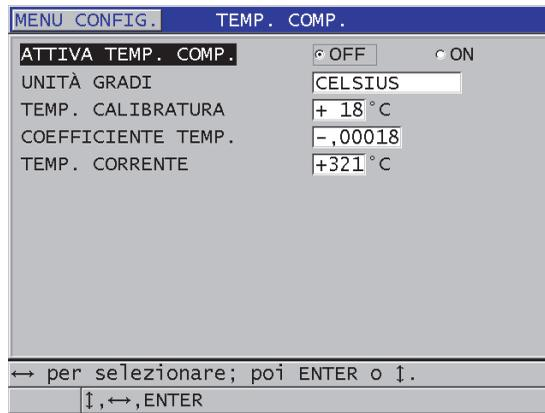

Figura 10-18 Schermata TEMP. COMP.
3. Nella schermata **TEMP. COMP.** (vedere Figura 10-18 a pagina 180):